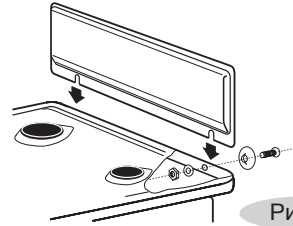

Рис. 3
- Перед установкой плиты закрепите щиток (рис.3).